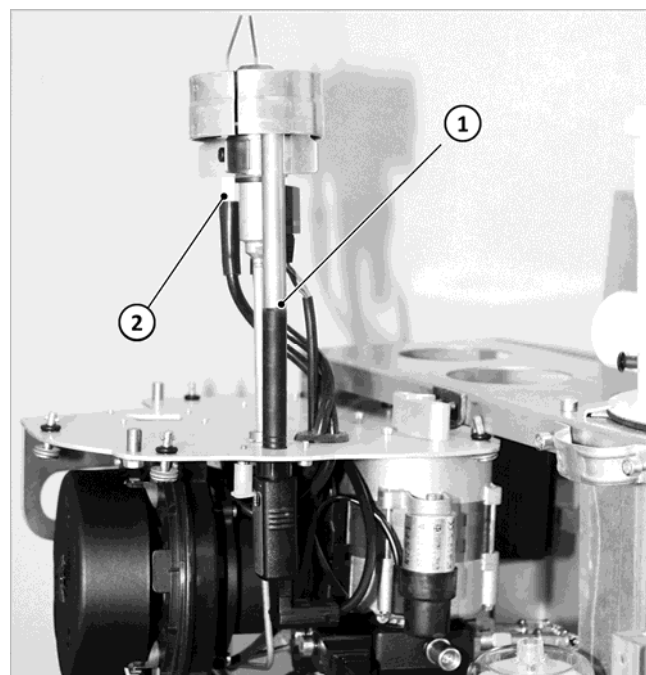

Fig. 32: Aggancio del bruciatore alla console
1. Estrarre la boccola di ispezione, vedere → Fig. 32 (1).